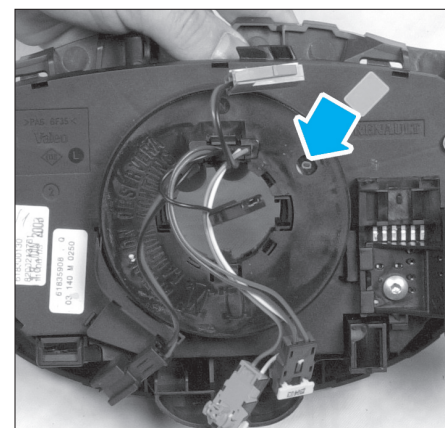

FIG. 2
- Vérifier que le repère "0" du contacteur tournant soit en face de l'index (Fig.2).
- vérifier que le repère "0" du contacteur tournant soit en face de l'index (Fig.2)